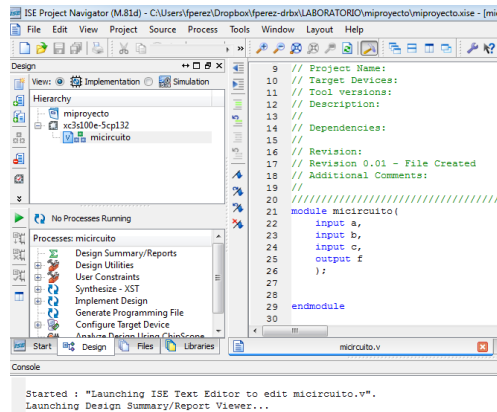

Figura 7. Módulo creado e incorporado al proyecto
1. Compruebe en la placa el modo de programación establecido, para ello fijese en la figura 7 donde está situado el conmutador *Modo de Programación*. Asegúrese que la placa está configurada en modo *PC* (*jumper azul* en la parte superior derecha de la placa).